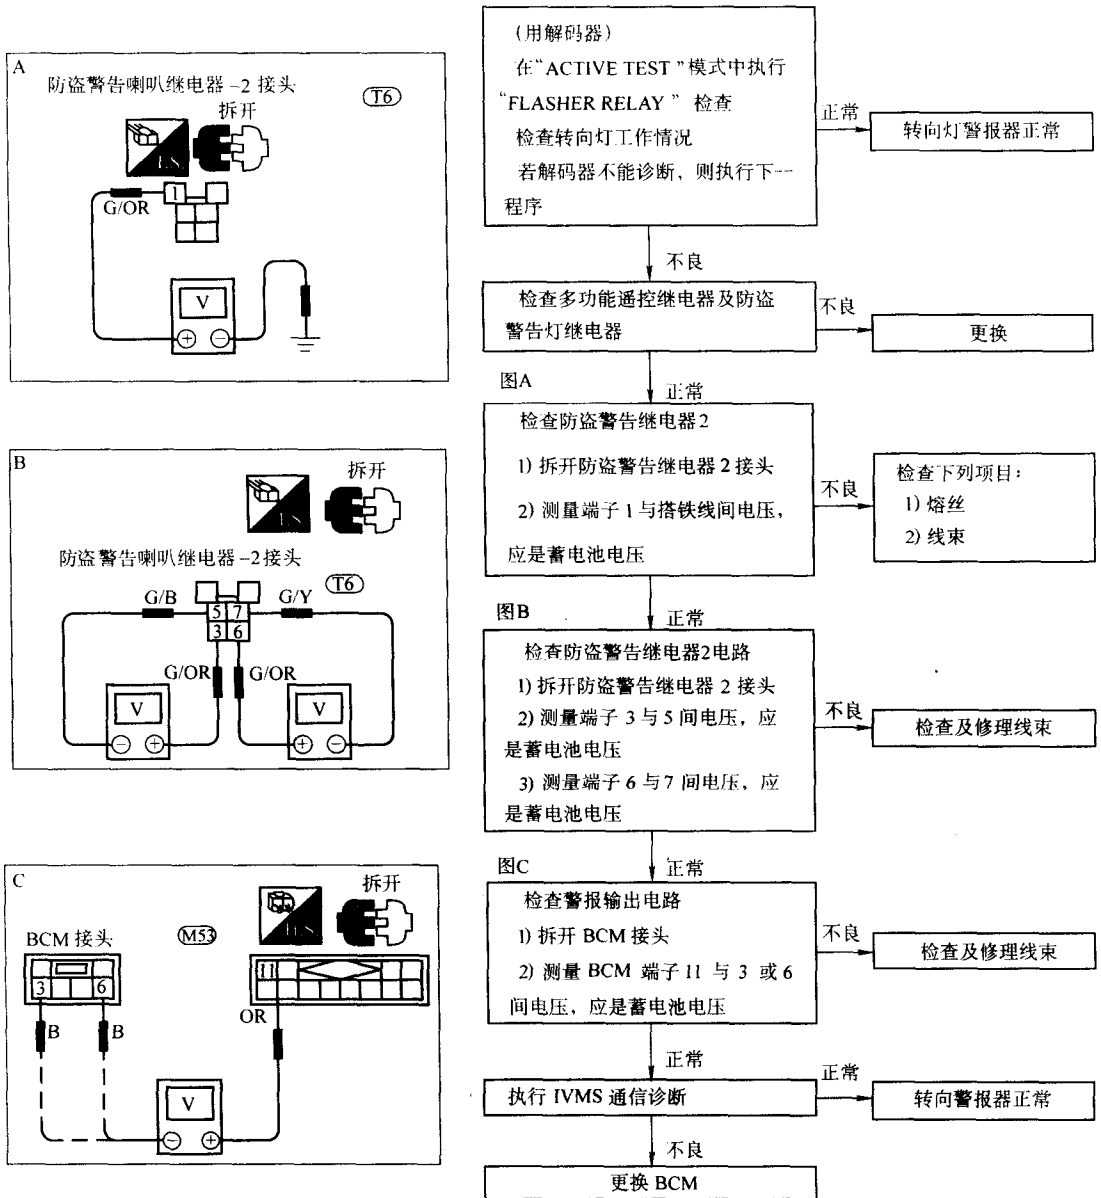

图 3-19 诊断程序 6
(6) 诊断程序 6 (转向灯警报器检查), 如图 3-19 所示。